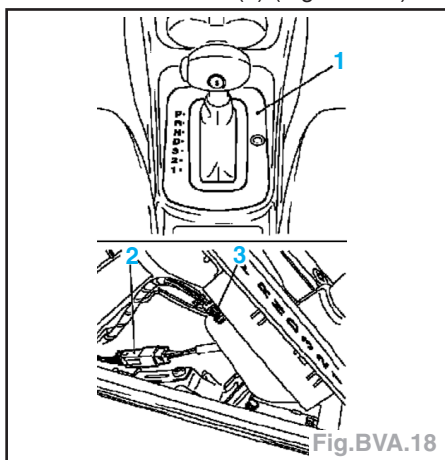

Fig. BVA.18
- Déposer le recouvrement de levier sélecteur (1) et le tirer vers le haut. Déposer la fiche de faisceau (3) et débrancher la fiche (2) (Fig. BVA.18).